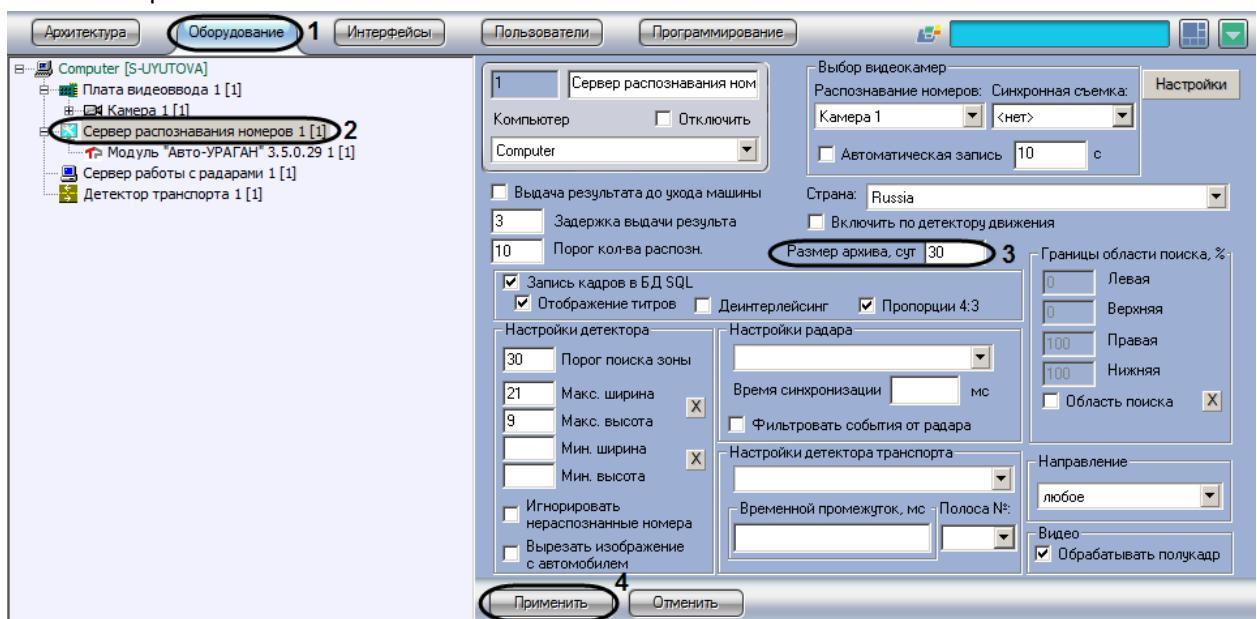

Рис. 7.2—19. Настройка глубины хранения записей в базе данных
2. В дереве объектов на вкладке «Оборудование» выбрать объект «Сервер распознавания номеров», соответствующий активированному программному модулю (см. раздел «Активация программного модуля, используемого для распознавания номеров», Рис. 7.2—19, 2). В правой части вкладки «Оборудование» отобразится панель настройки выбранного объекта
3. В поле «Размер архива, сут» указать глубину хранения записей в базе данных (см. Рис. 7.2—19, 3). Параметр «Размер архива, сут» измеряется в днях.
- Нажать кнопку «Применить» (см. Рис. 7.2—19, 4).